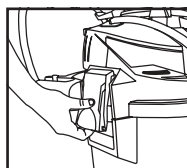

FIGURE 4
4. Tirez les loquets du couvercle du bas, levez le bas des loquets et abaissez-les au côté du réservoir. **FIGURE 4.**